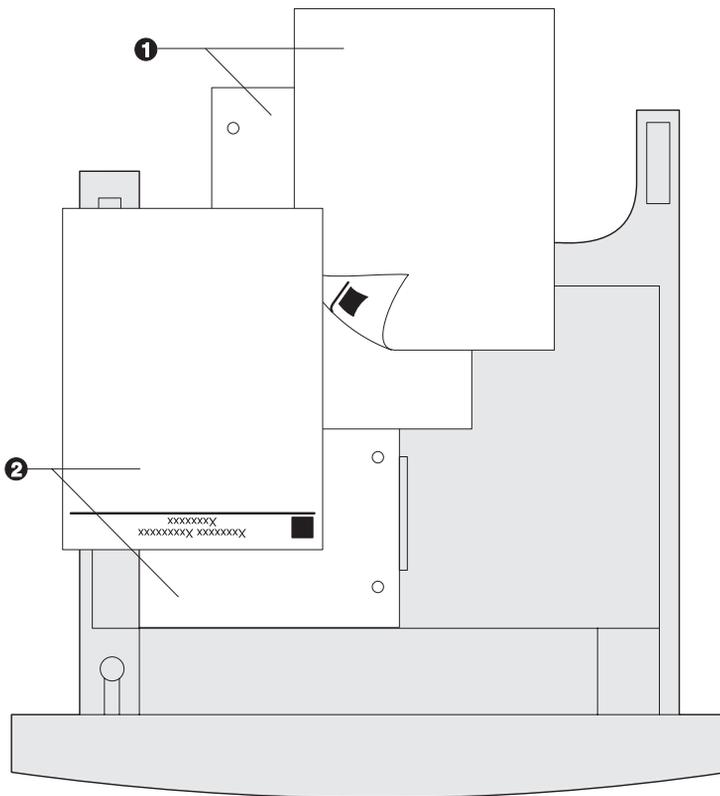

Figure 2.2 Orientation des magasins papier 1/2/3 (alimentation bord court)
- 5** Placez le papier dans le magasin entre les guides (voir Figure 2.1 à la page 2-12 et Figure 2.2 à la page 2-13 pour l'orientation).